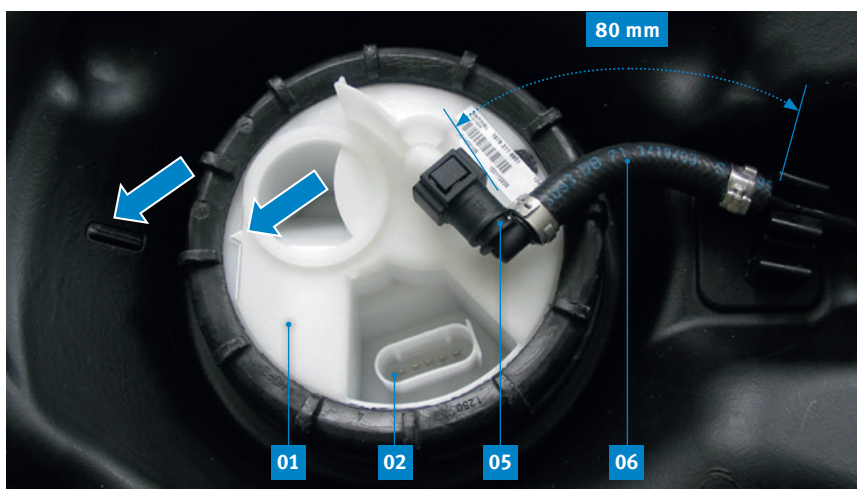

Рис. 5. Крышка с фланцем узла датчика уровня топлива
Установите модуль подачи топлива и узел датчика уровня топлива в бак таким образом, чтобы стрелка на крышке-держателе с фланцем указывала на маркировку, имеющуюся на баке (Рис. 5).
При замене узла датчика уровня топлива (01) нужно укоротить топливную трубку (06) подающего топливопровода примерно до 80 мм и установить прилагаемый быстроразъемный коннектор quick connector 90° (05) (Рис. 5).